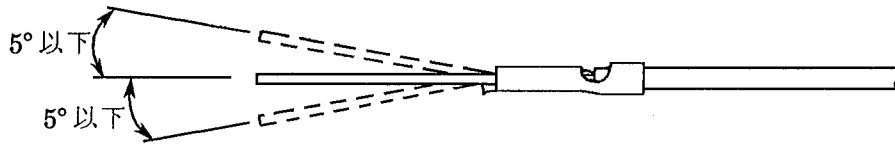

Fig. 3
- A. 被覆なしの単線は圧着後、Fig. 3に示す限界をこえて、コンタクト軸から上下方向に曲っていないこと。